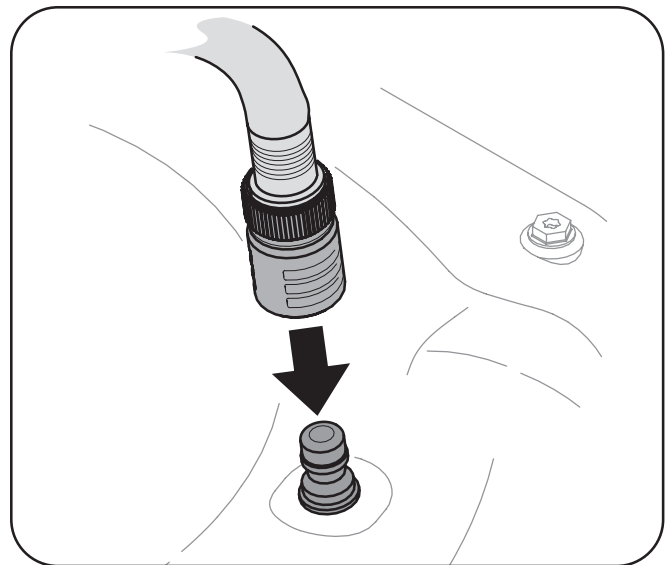

Figure 6-2
3. Attachez le raccord pour boyau d'arrosage à l'orifice incorporé à la surface du plateau de coupe. Voir la Figure 6-2.